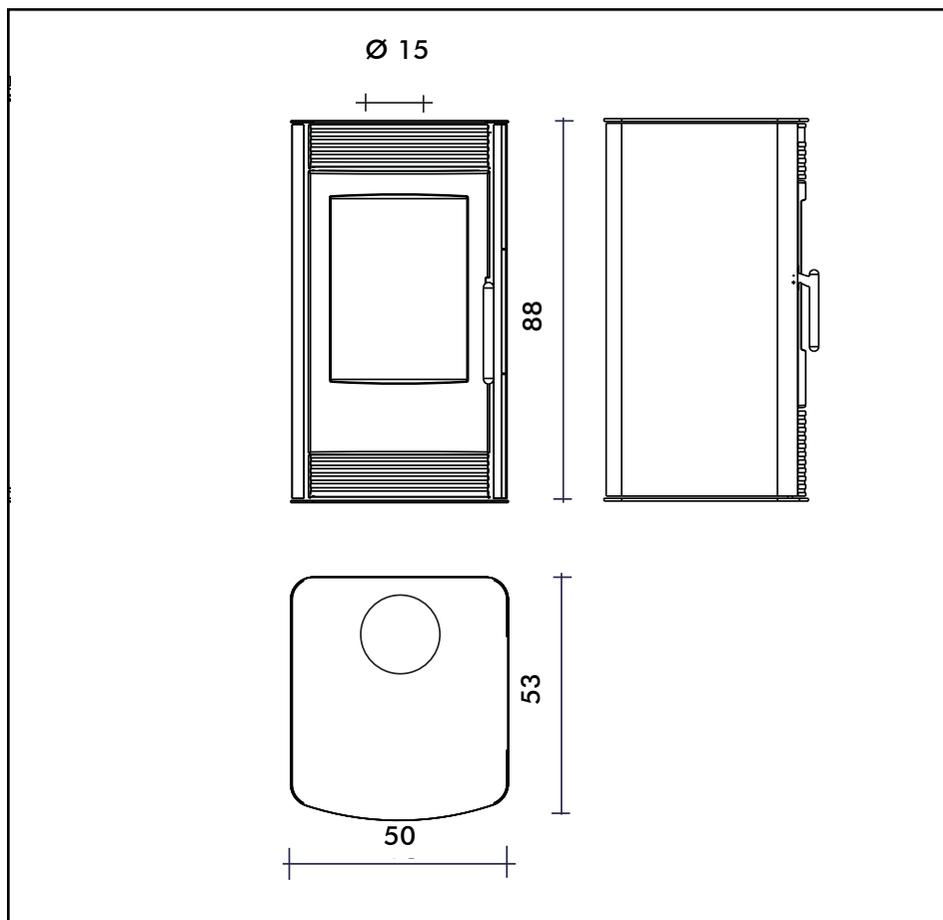

FIG. 4
- La regolazione dell'aria primaria si ottiene agendo sulla levetta **A** (Fig. 4), situata sulla sinistra della portina inferiore.
### PRIMA ACCENSIONE (Fig.4 - pag.3)
- Aprire la valvola dell'aria comburente posizionando la leva **A in posizione 2 (Fig.4 pag.3)**, aprire la valvola di tiraggio eventualmente inserita nel tubo di collegamento alla canna fumaria (canale da fumo).
- A fuoco troppo intenso si consiglia di chiudere parzialmente la valvola dell'aria comburente posizionando la leva **A in posizione 1 (Fig.4 pag.3)** e di chiudere leggermente la valvola di tiraggio eventualmente installata sul tubo di collegamento alla canna fumaria (canale da fumo).